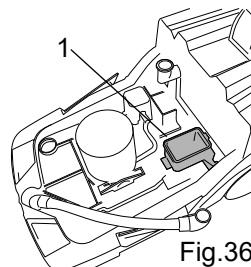

Fig.36
- Rengjør innsiden av strupeventilen (fig. 36 - ref. 1). Fjern eventuelle avleiringer og skyl med vann. Rengjør pakningene på lokket med en myk klut.